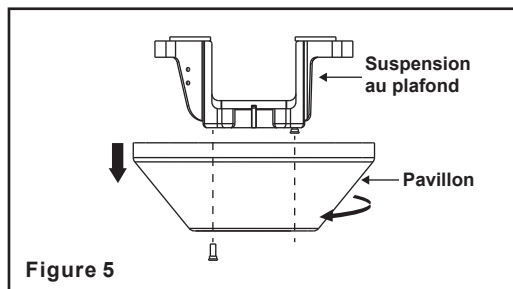

Figure 5
Étape 1. Enlevez le support de fixation du pavillon en retirant l'une des vis du dessous du support de fixation et en desserrant l'autre vis d'un demi-tour. Ensuite, tournez le pavillon dans le sens antihoraire pour retirer le support de fixation du pavillon. (Fig. 5)